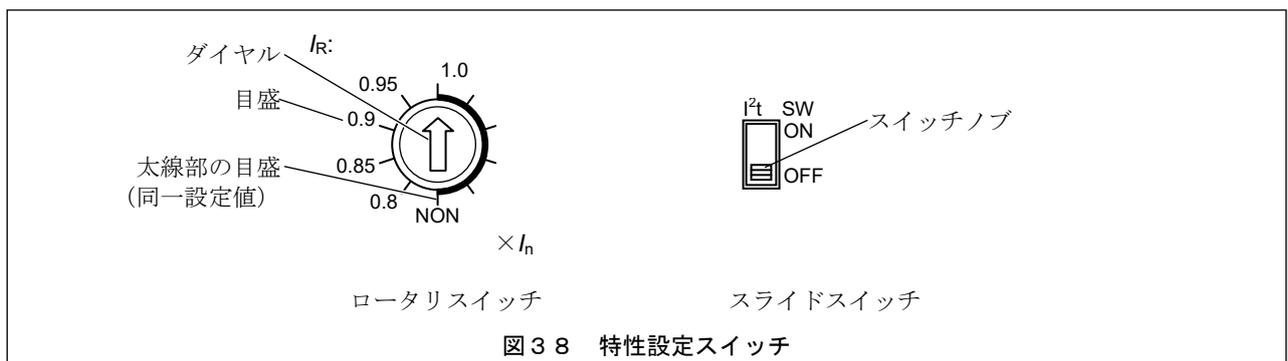

図38 特性設定スイッチ
- 3) 特性の設定は、ステップ式ロータリスイッチとスライドスイッチで行います。図38にスイッチを示します。